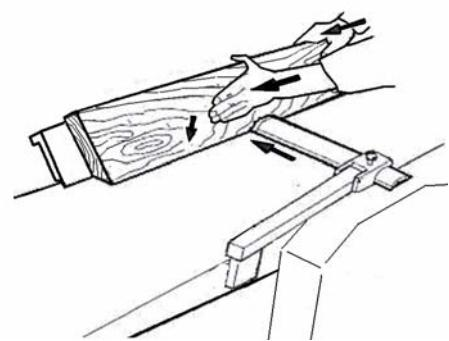

Рис. 13
- Налаштuvati огорожу rіжучого блоку на ширину оброблюваної деталі (Рис. 13).